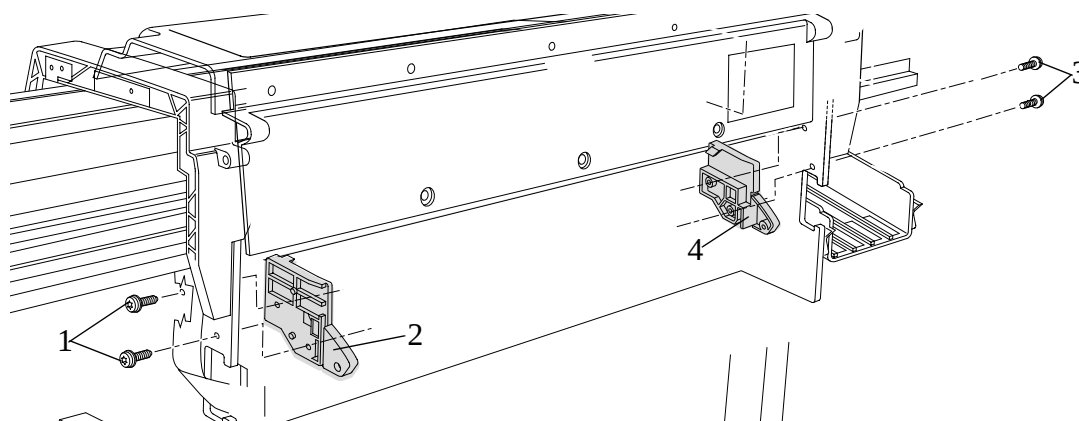

図 72: プラテン マウント
- 2 リアー プラテンの左側のマウント (部品2) を固定している2本のT-15のネジ (部品1) を取り外します (図72参照)。
- 3 リアー プラテンの右側のマウント (部品4) を固定している2本のT-15のネジ (部品3) を取り外します (図72参照)。